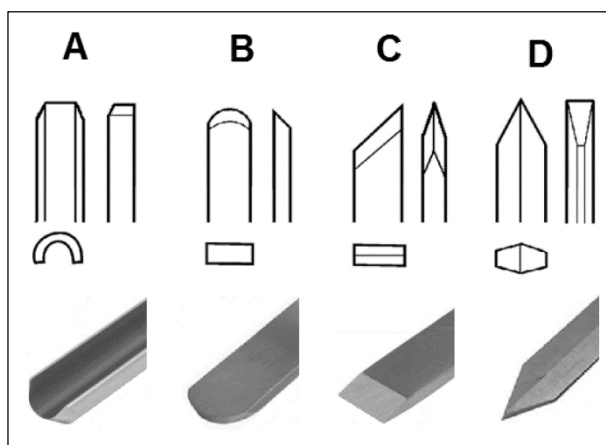

Рисунок 18.
- Трубчатый резец (A, рис. 18). Применяется для грубой обдирки, для вытачивания чаш, тарелок, шеек.
- Шабер (B, рис. 18). Применяется для наружного и внутреннего калибрования, а также для удаления следов обработки.
- Косой резец (C, рис. 18). Применяется для проточки V-образных канавок, для наружного калибрования и для токарной обработки торцов древесины. Режущая кромка устанавливается параллельно направлению реза (рис. 20)
- Отрезной резец (D, рис. 18). Применяется для прямой врезки в заготовку, например, при затыловке и отрезке. Может применяться также как шабер.